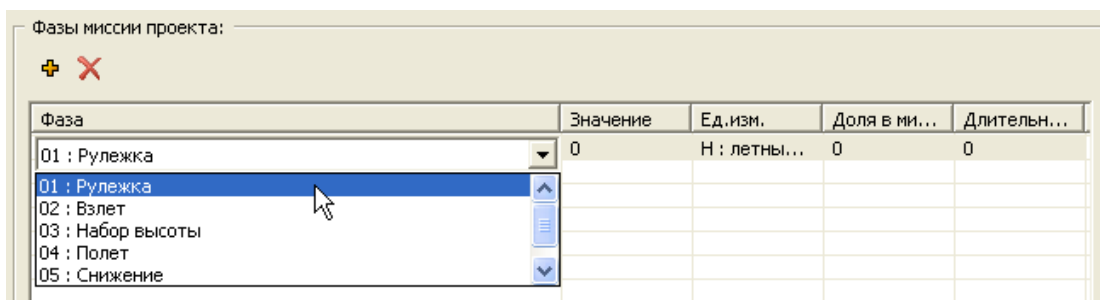

Рис. 5-31
- из раскрывающегося списка, содержащего заданные для ФИ фазы миссии, выберите нужное значение (рис. 5-31).